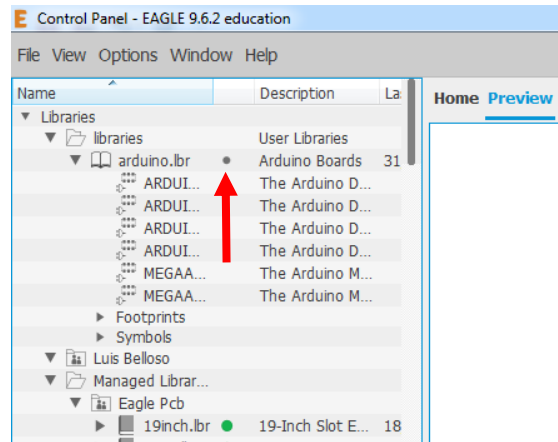

Figura 7: Explorador de proyectos de Eagle, Control Panel.
- Podrá observar en la ventana Control Panel de Eagle Autodesk, en **Libraries >> Libraries** ya aparece la librería **arduino.lbr**. Pero aún no está activa, ver figura 7.